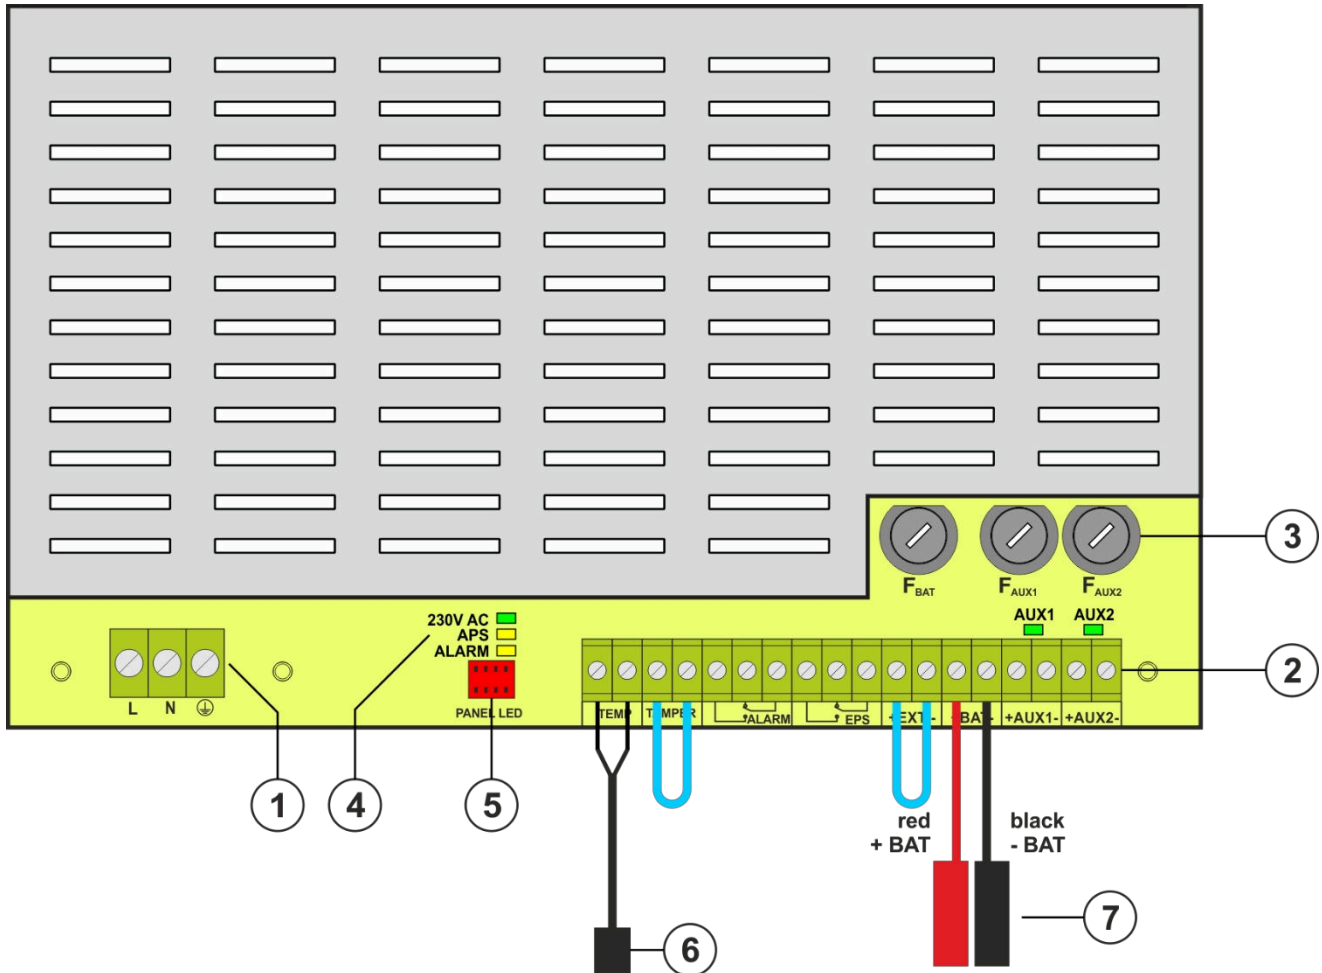

Fig. 2. Vue du module d'alimentation basé sur EN54C-2A7.
Tableau 1. Éléments de la PSU (Fig. 2).
| ② | <p>Terminaux :</p> <ul style="list-style-type: none"> TEMP - entrée du capteur de température de la batterie TAMPER - entrée du micro-interrupteur d'autoprotection Entrée fermée = pas d'indication Entrée ouverte = alarme ALARME - Sortie technique en cas de défaillance collective de l'unité d'alimentation - type relais EPS - Sortie technique de l'indication de la défaillance de l'alimentation en courant alternatif ouvert = Défaut d'alimentation en courant alternatif fermé = Alimentation en courant alternatif - O.K. EXTi - entrée de défaillance externe Entrée fermée = pas d'indication Entrée ouverte = alarme +BAT- - pour le raccordement de la batterie +AUX1- - Sortie de puissance AUX1 (- AUX=GND) +AUX2- - Sortie de puissance AUX2 (- AUX=GND) <p>ATTENTION ! Dans la figure 2, l'ensemble des contacts indique un état sans potentiel du relais, ce qui correspond à une coupure d'alimentation.</p> |
| ① | PSU (Tab. 1, Fig. 2) |